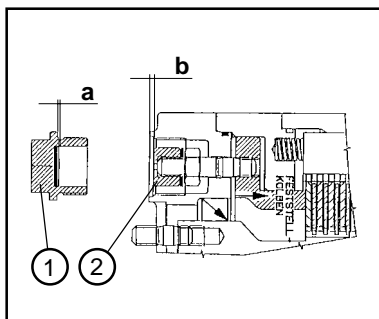

Figure 8-34
- (5) Déterminer le jeu de libération ($l = b - a$) (Fig. 8-34). Pour cela, déterminer l'écart "a" (8-34/a) entre les disques de butée et l'arête de vis du bouchon fileté, ainsi que la dimension "b" (8-34/b) entre le manchon et la fraisure du boîtier.